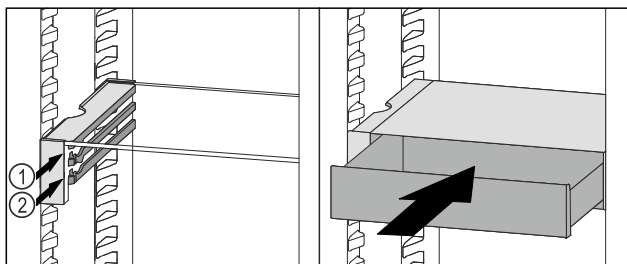

Fig. 54
- ▶ Поставете чекмеджето на VarioSafe зад ограничителите върху желаното ребро Fig. 54 (1) или Fig. 54 (2).